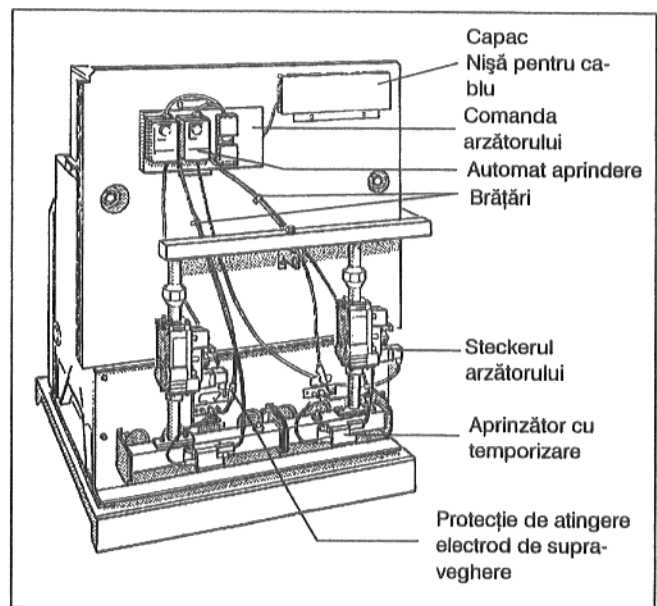

Fig. 25
- Se înșurubează comanda arzătorului, se pune de-desupt o șaibă crenelată (Fig. 25).
- Se introduce conectorul automatului de aprindere în aprinzător cu temporizare și se fixează conductele cu brățări de peretele despărțitor (Fig. 25).
- Steckerul arzătorului se introduce în armătură și se strânge șurubul (Fig. 25).
- Se execută conectarea la electrodul de supraveghere și se pune protecția de atingere (Fig. 25).
- Se fixează capacul nișei pentru cablu cu două șuruburi pe peretele despărțitor (Fig. 25).